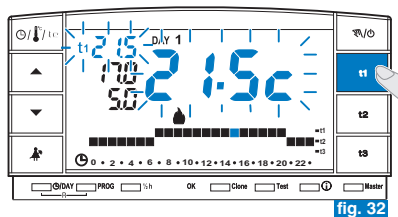

fig. 32
*Se si seleziona un tasto (t1 o t2) relativo a un set di temperatura bloccato, la sigla (t1 o t2), il relativo valore a fianco e i digit centrali lampeggiano (esempio fig. 32). In questo caso non è possibile superare il valore di temperatura massima o minima oltre il limite di blocco impostato.*
- Premere il tasto del set temperatura che si vuole sbloccare (**t1** o **t2**); la sigla selezionata (**t1** o **t2**) il relativo valore a fianco e i digit centrali lampeggiano (esempio in fig. 32).